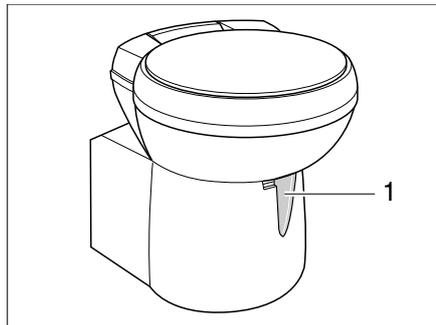

Bild 243 Thetford-Toilettenschüssel, schwenkbar
- Vor dem Spülen den Schieber der Thetford-Toilette öffnen. Dazu den Schieberhebel (Bild 243,1) entgegen dem Uhrzeigersinn schieben.